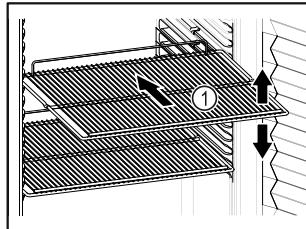

Fig. 59 Atvaizdo pavyzdys
- Jei pastatymo groteles Fig. 59 (1) galima perkelti, pritaikykite atsižvelgdam i aukštį.